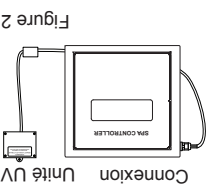

Figure 2
1. Mettez le disjoncteur du spa à la position OFF (arrêt). **VIDER VOTRE SPA.** Débranchez le système CLEARRAY de la commande, Figure 2.